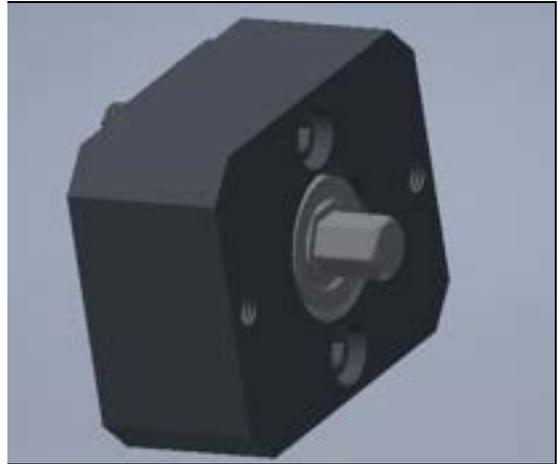

ABBILDUNG 4-42. PNEUMATISCHER VORSCHUBKASTEN UND ADAPTER
1. Die Adapterbaugruppe für den Vorschubkasten (P/N 62994, siehe Abbildung 4-42) durch Verschrauben mit den beiden M6x1,0 x 30 mm Zylinderschrauben am Ende des Dreharms installieren.